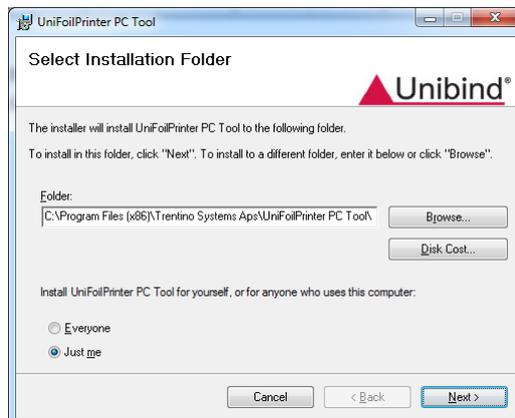

Figure 12: Ecran d'installation du système
- Sélectionnez la destination de l'installation du programme comme indiqué **figure 12**. Après avoir sélectionné l'emplacement, cliquez sur le bouton « Next » afin de continuer le travail.